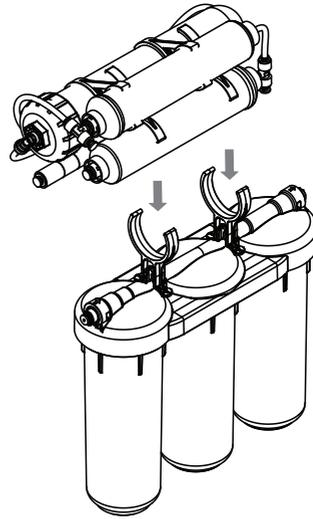

Рис. 8
4. Установите блок тонкой очистки в клипсы на скобе блока предварительной очистки (рис. 8).